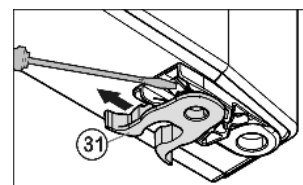

Fig. 7
- Cambiar de sitio la grapa elástica Fig. 7 (31): presione hacia abajo el saliente de enganche y retire la grapa elástica.